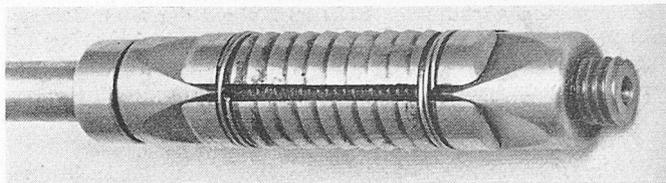

Bild 6. Felsankerschraube *Doco* mit Doppelkonusspreizhülse
*Doco-Felsankerschrauben* (Bild 6) mit der neuen Doppelkonusspreizhülse der *Piotta-Werke* AG., mit normalen Ankerdurchmessern von 8 bis 20 mm mit Zugfestigkeiten von 2,5 bis 12,7 t.